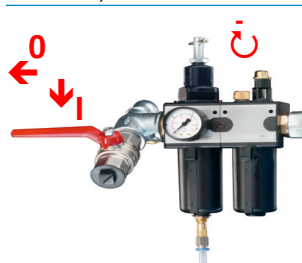

Imagen 5.1.1
3. Establecer la conexión de aire comprimido (Imagen 5.1.1)
- Ajuste la presión en el regulador de aire comprimido (Imagen 5.1.1, Pos. 2) de tal forma que la bomba marche lentamente (**máx. 2 bar**).
- Ajuste la presión máxima permitida girando a la derecha el tornillo regulador del regulador de aire comprimido (Imagen 5.1.1).